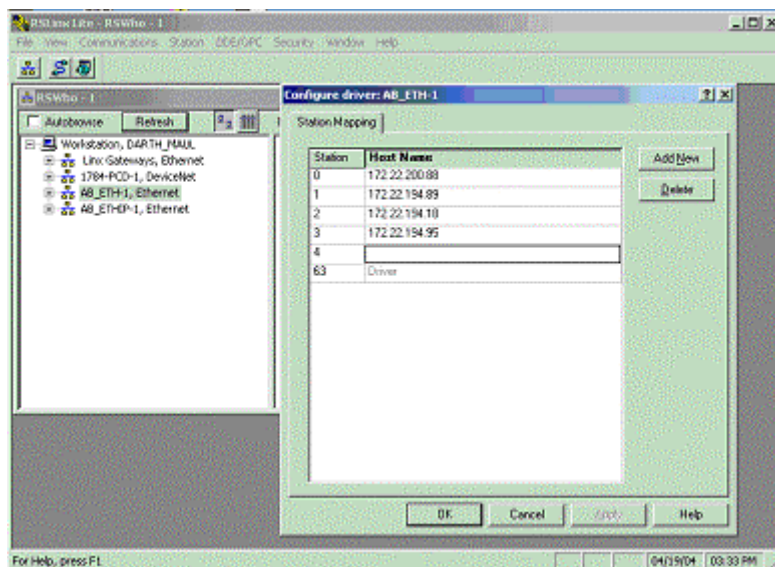

图 A.1 设定驱动程序
3. 在 RS-Link 中设定 AB\_ETH 驱动程序。设定画面为图 A.1 所示的画面。